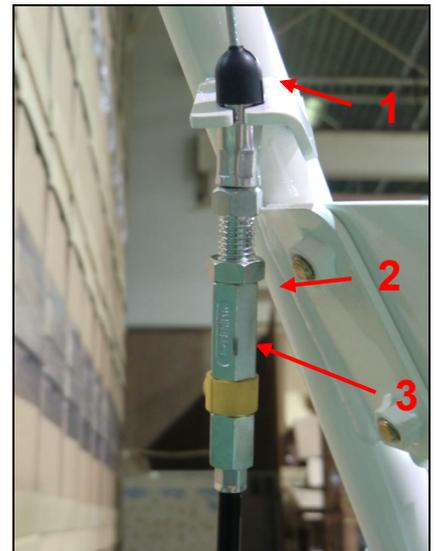

Figure 13
- Si les lames ne s'arrêtent pas lorsque le levier des lames est relâché, ajuster la tension du câble (1, fig 13) comme suit :